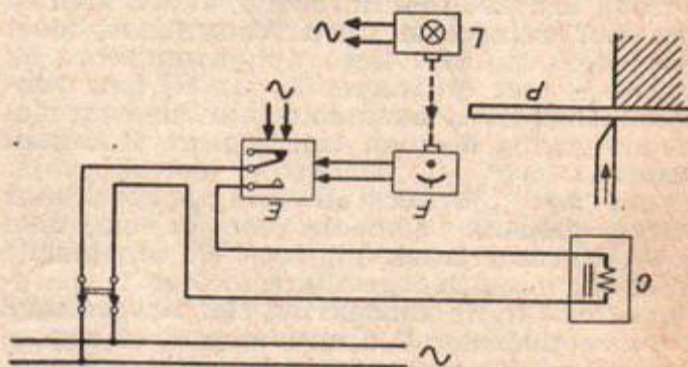

Fig. 13
V. Het op maat afknippen van ondoorzichtig materiaal (fig. 13)